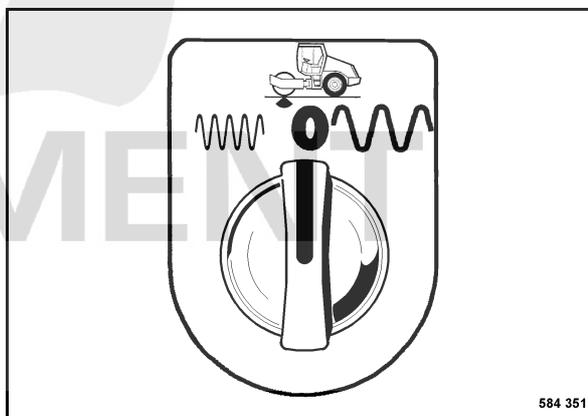

fig. 37
- Tourner l'interrupteur rotatif de sélection de la vibration (fig. 37) sur position "0", vibration arrêtée.